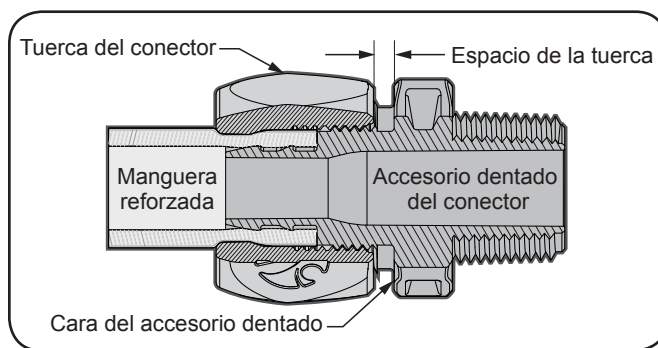

Figura 8. Accesorio de conexión rápida
10. Deslice la manguera sobre los accesorios dentados hasta que encaje bien. Ver Figura 8.